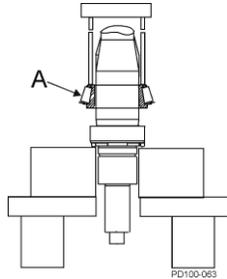

Figure 49 - Pose par pression du cône inférieur sur l'arbre
3. Soulevez l'ensemble cône et rouleau inférieur (figure 49, élément A) hors de la pile de roulements et placez-le sur l'arbre avec le rayon orienté vers le bas. Poussez-le sur l'arbre jusqu'à ce qu'il soit calé contre l'épaulement de l'arbre. **N'appuyez que sur le cône intérieur.**